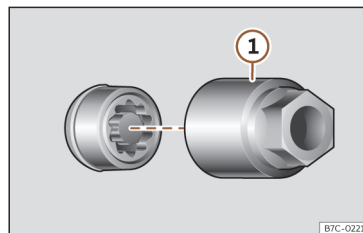

Fig. 209 Parafuso antirroubo com capa de proteção e adaptador.
- Encaixe o adaptador especial >>> Fig. 209 ① (ferramenta de bordo >>> Página 294) no parafuso antirroubo da roda até ao limite.